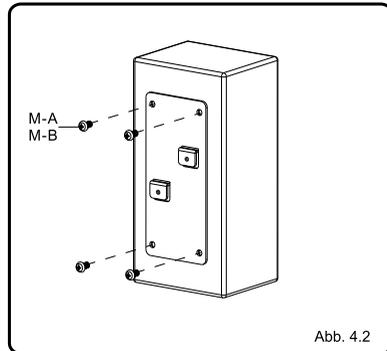

Abb. 4.2
- Befestigen Sie die Lautsprecherhalterung an der Rückseite des Lautsprechers mit Hilfe geeigneter Schraubenkombination (Siehe Abb. 4.2).